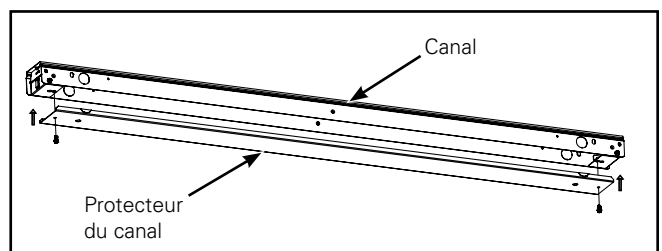

Figure 2.
2. Câblez le luminaire selon les normes et installez le protecteur du canal sur le canal avec les vis fournies. (Figure 2.)